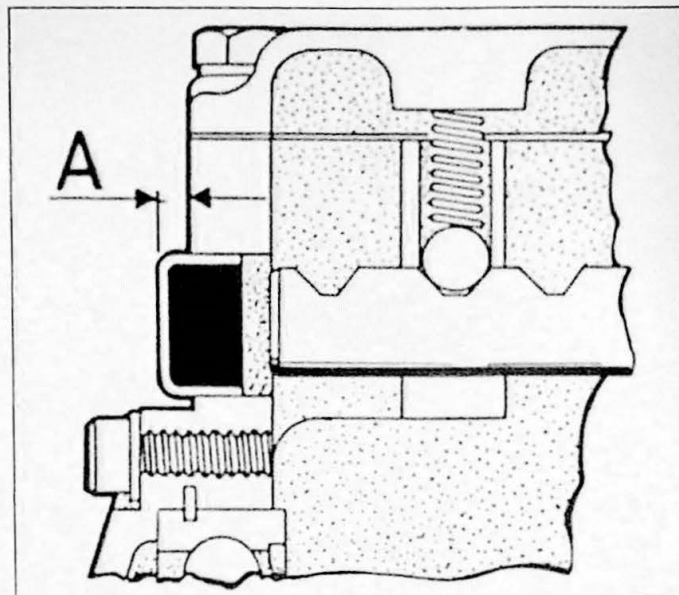

Fig. 6.20. Montage van de afsluitplug over de wisselas.
8. Monteer de wisselassen en vorken. Zet de wisselvork in de achterste stand bij de montage van de spanstift. Gebruik een nieuwe stift. Monteer het deksel over de wisselassen. **LET OP!** Zijn de hoedpluggen in de voorkant van de bak gemonteerd geweest, moeten deze op dezelfde wijze gemonteerd worden, de middelste hoedplug moet ca. 4 mm buiten het vlak van het huis steken (zie ook Fig. 6.20).